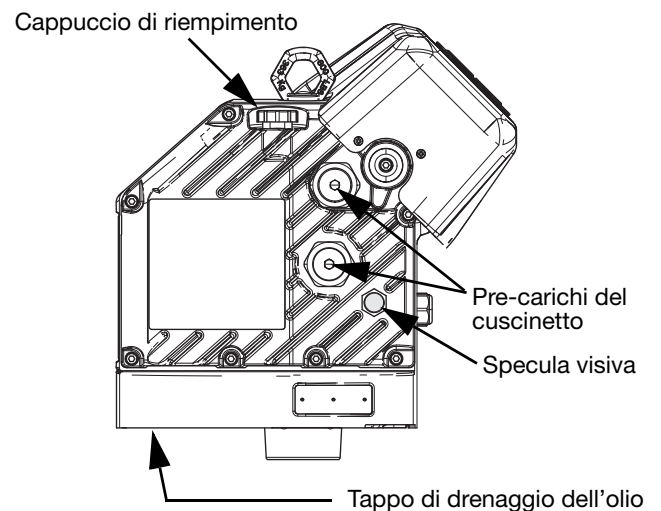

FIG. 13: Finestra di ispezione e tappo di riempimento dell'olio
3. Rimuovere il tappo di drenaggio dell'olio. Vedere **FIG. 13** per la posizione del tappo di drenaggio. Lasciare fuoriuscire tutto l'olio dal driver.
Fare riferimento alla **FIG. 13**. Controllare regolarmente il livello dell'olio nella finestra di ispezione. Il livello dell'olio deve avvicinarsi al punto centrale della finestra di ispezione quando il driver non è in funzione. Se il livello dell'olio è basso, aprire il cappuccio di riempimento e aggiungere olio sintetico per ingranaggi privo di silicone EP ISO 220 (codice Graco 16W645).